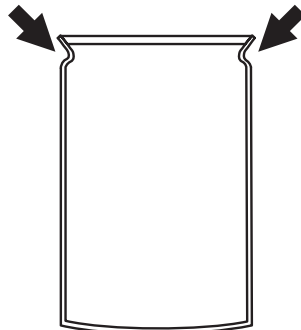

FIGURE 1
- Lubrifiez le petit joint torique avec de l'huile de cuisson et installez-le dans la rainure au sommet du collecteur (voir figure 1).